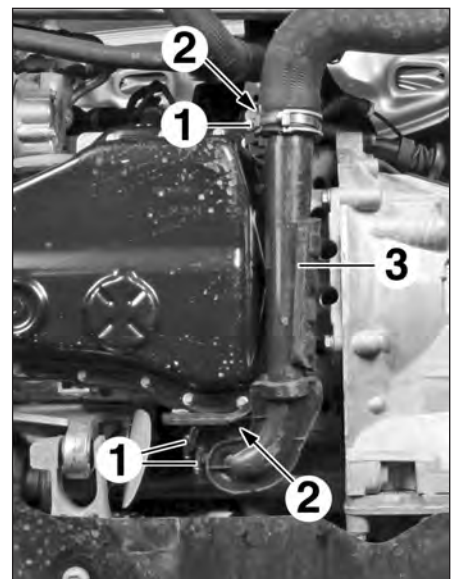

FIG.63
- Desserrer les colliers (1) (Fig.63).
- les vis (2),
- le tuyau de suralimentation (3),